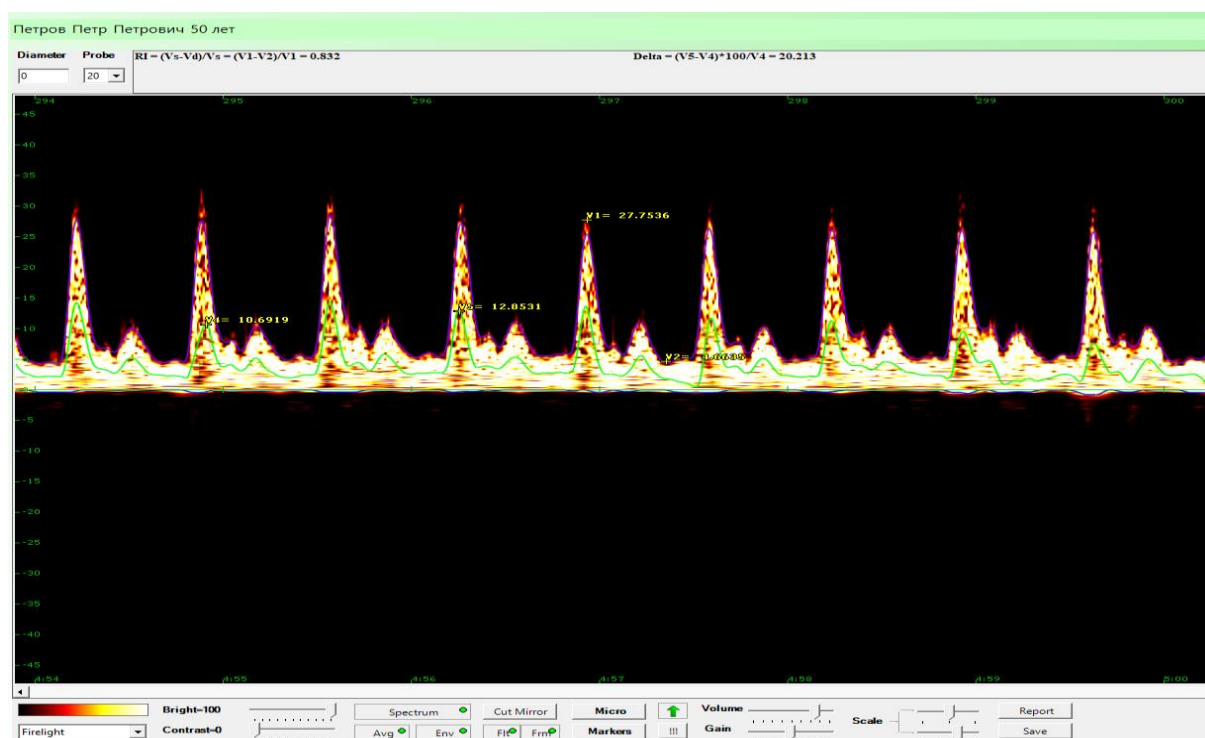

Рисунок 37 – Присвоение маркера для ручного пересчета RI
1. Нажать кнопку «FRM», проставить на графике (спектре) точки (маркеры), которые будут соответствовать мгновенной линейной скорости кровотока (см/сек). Значения Vn программа присвоит автоматически по очереди (рисунок 37):
Значения пересчитанного вручную индекса RI и параметра Delta отображаются в верхней части экрана обследования при нажатой кнопке «FRM» (рисунок 37).